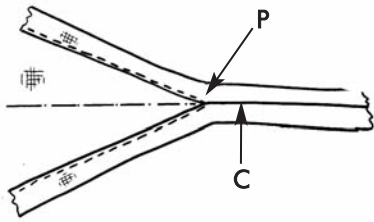

Figure 9
- tracer la bissectrice de l'angle et dans son prolongement la couture sur chacune des deux bordures. Coudre ensuite la couture "C" (fig.9)